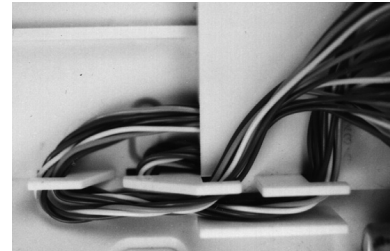

Abb. 1 Kabeleinführung von oben
- Adern in die Zugentlastung einschlaufen (siehe Abb. 1 und 2), abisolieren und anschließen